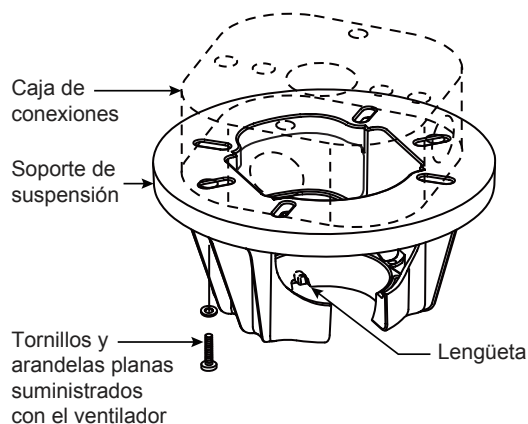
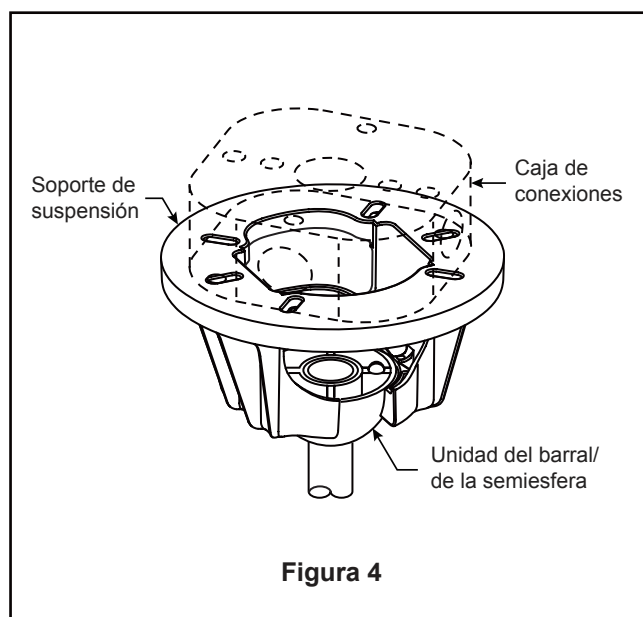

Figura 3
Figura 4
Uso del soporte (Figura 3)
3. Afloje los dos tornillos de fijación del soporte del barral de soporte para techo a través de la varilla. Introduzca los cables a través de la varilla. (Figura 3)
4. Coloque el soporte de la varilla y alinee los orificios de la clavija de horquilla en ambas piezas. Instale la clavija de horquilla y asegúrela con la pinza de horquilla. Fije los dos tornillos de presión y las tuercas de seguridad en el soporte de la varilla interior. Fije con seguridad el set de tornillos con el destornillador y luego fije bien las tuercas con una llave hexagonal. (Figura 4)
- ☐ 1. Fije adecuadamente el soporte colgante a la caja de empalme del techo que sea aceptable para el soporte del techo. Usando los tornillos de la caja de conexiones #8-32 y las arandelas planas suministrado con el ventilador. (Figura 3)
NOTA: Se deben pasar los tornillos de la caja de conexiones a través de los orificios que se encuentran en el soporte de suspensión. (Figura 3)
- ☐ 3. Con cuidado, levante el ventilador y apoye la unidad del barral/de la semiesfera en el soporte de suspensión que acaba de fijar a la caja de conexiones. (Figura 4) Asegúrese de que la ranura en la semiesfera esté alineada con el reborde del soporte de suspensión. (Figura 3)
- ☐ 2. Realice las conexiones de cables al bloque del terminal como se muestra en la Figura 3.
- ☐ 3. Una vez haya hecho las conexiones, coloque los cables hacia arriba y empújelos cuidadosamente hacia dentro de la caja de la toma de corriente, poniendo los cables blancos y verdes a un lado de la caja y los negros hacia el otro lado. Los cables deben ser colocados de forma extendida poniendo el conductor de la toma de tierra y el conductor de toma de tierra del equipo a un lado de la caja, colocando el conductor sin toma de tierra en el otro lado de la caja. (Figura 4)